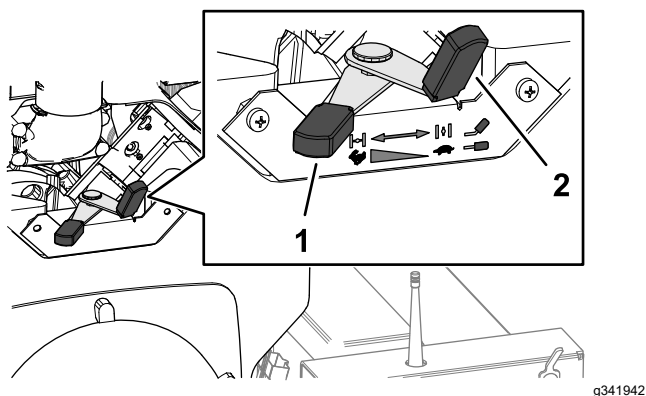

Figura 15
2. Se o motor estiver frio, mova a alavanca do ar (Figura 15) para a posição LIGAR.
3. Mova a alavanca do acelerador (Figura 15) para o meio entre a posição Lento e a posição Rápido.